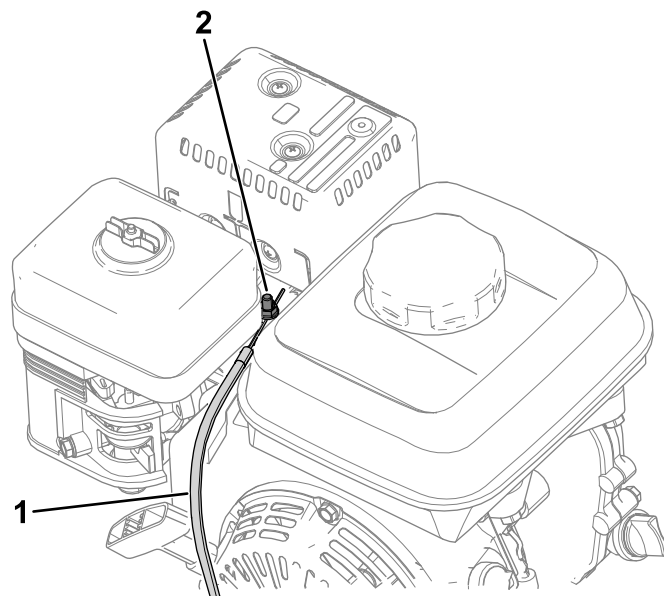

Рисунок 35
4. Ослабьте затяжку винта на зажиме канала троса (Рисунок 35).